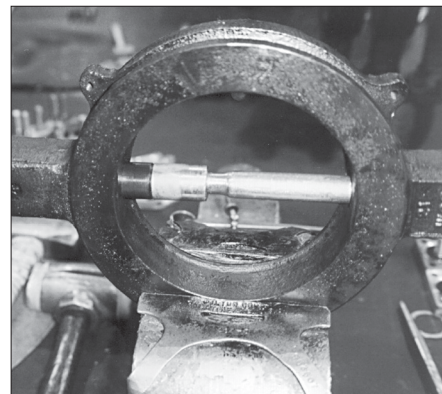

Рисунок 5 - Частично вставленный подшипник вала.
2. Чтобы избежать повреждения подшипника вала (8), осторожно вдавите подшипник в шейку корпуса вала, слегка ударяя по подшипнику (8) резиновым молотком.
3. После того, как подшипник вала (8) был частично вставлен в шейку корпуса арматуры, вставьте инструмент для установки / снятия против подшипника верхнего вала. (См. Рисунок 5)